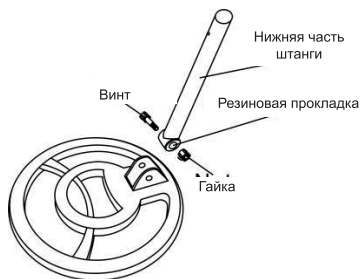

Рис. 2
1. Ослабьте фиксирующую ручку на нижней штанге, снимите болт. Установите нижнюю штангу на поисковую катушку и плотно зафиксируйте ее (см. рис. 2).